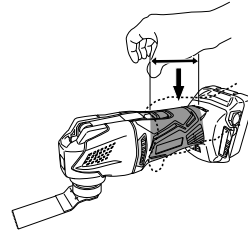

Fig. 1
**1. Siempre sujete la herramienta con firmeza con una mano en la carcasa (Fig. 1). No toque la parte de metal.**